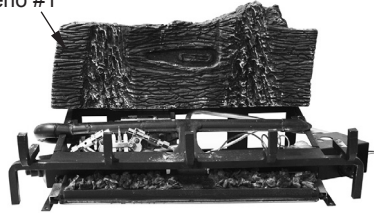

Figura 19 - Instalación de leño #1
1. Coloque el leño # 1 en la base de la rejilla posterior (vea Figura 19).